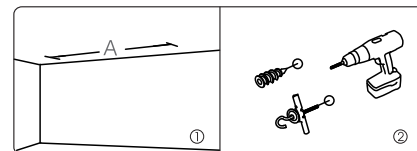

图12
1. 用电钻在天花板钻两个大小及相对位置适合的孔，并且确定两个孔位形成的直线与墙面平行，在这两个孔内打入两只螺旋挂钩（非配件）。（如图 12）